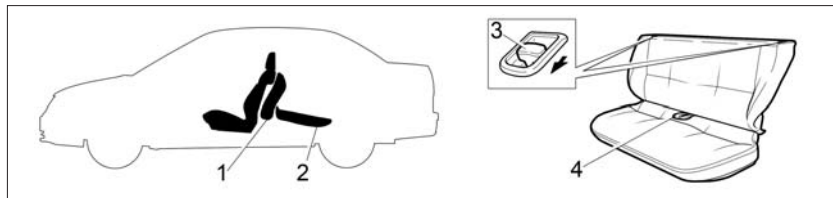

Рис. 11. Раскладка заднего сиденья
– потяните за петлю 4 (рис. 11) и установите подушку 1 в вертикальное положение. При необходимости сдвиньте передние сиденья вперед;